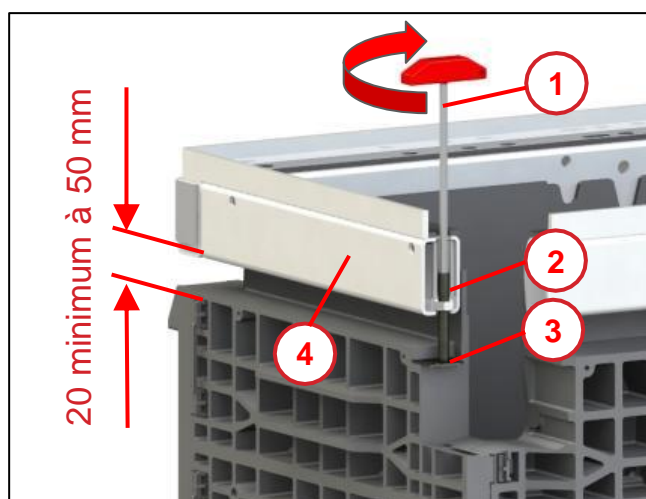

Fig. 38
- Replacer le cadre en acier (1) sur la chambre de tirage.
Les broches filetées (2) du réglage en hauteur réglé auparavant doivent être enfoncées à travers le mortier sec encore mou (3) jusqu'à ce qu'elles s'appuient de nouveau sur l'appui en tôle (voir Fig. 38 – Rep. 3).